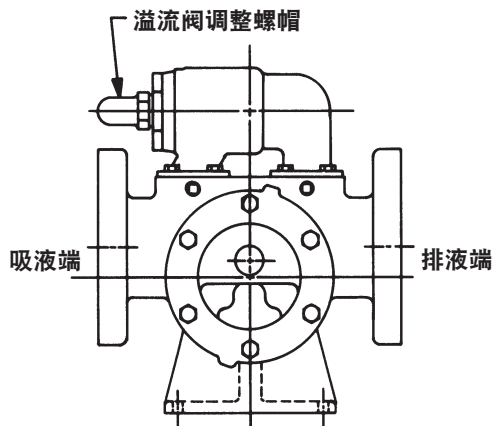

图 5
4. 溢流阀调整螺帽必须始终指向泵的吸液端。如果改变泵旋转方向，则应取下溢流阀，并将两端颠倒。请参阅图 5。